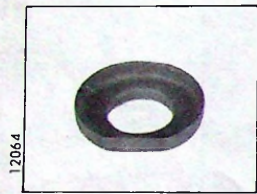

Fig. 5 : Ancienne coupelle
**IMPORTANT :** Les joints de tubes enveloppes sans talon de centrage doivent être **IMPERATIVEMENT** montés avec des coupelles échancrées ( voir figures 5 et 6 ).